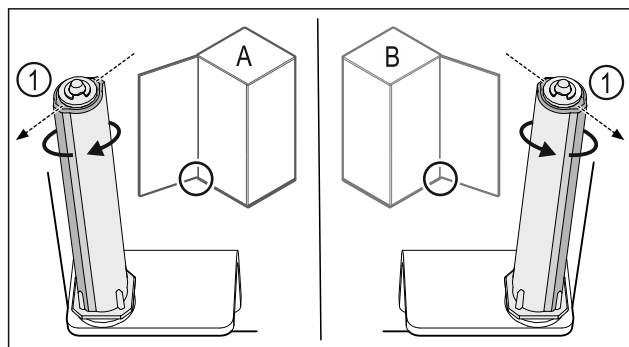

Fig. 39 Левое навешивание (A) / правое навешивание (B)
- ▶ Поворачивайте систему закрытия, преодолевая сопротивление до тех пор, пока ее ребро Fig. 39 (1) не будет направлено наружу.